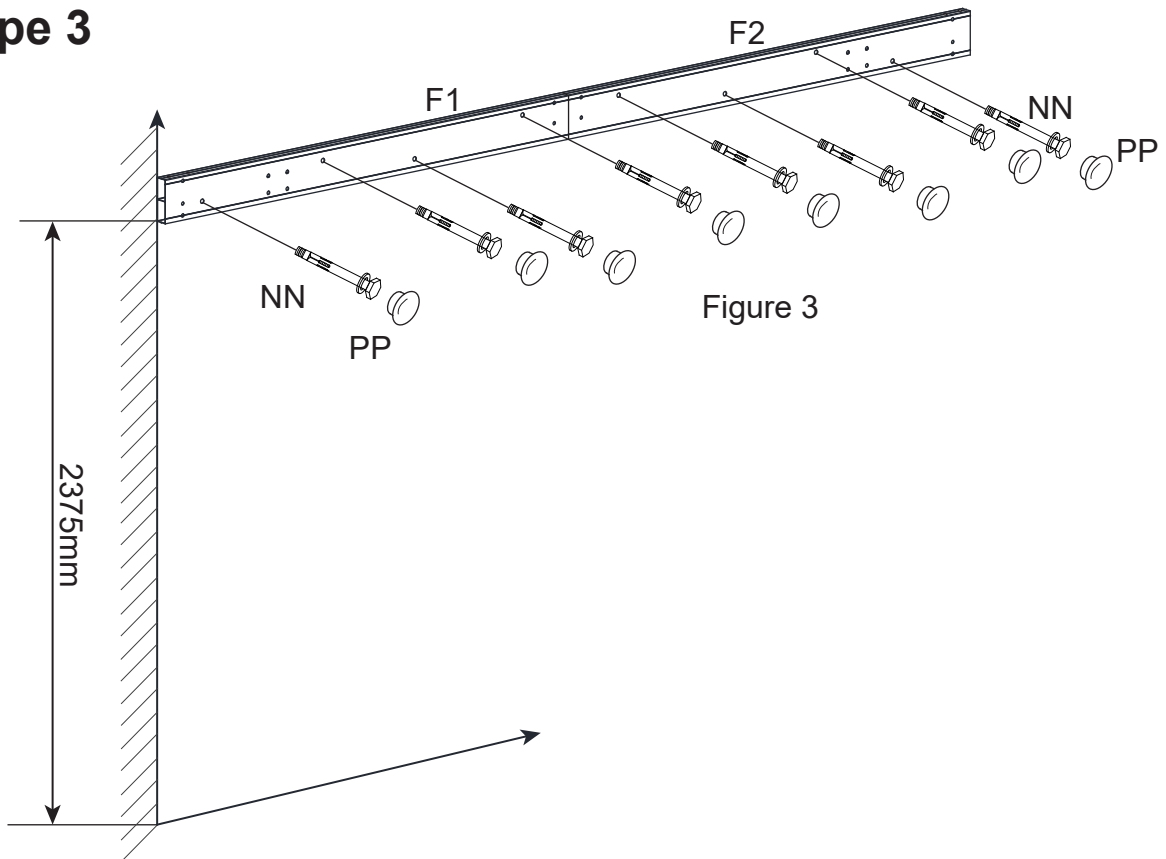

Figure 3
Figure 3. Ajustez la hauteur entre les traverses arrière (F1/F2) et le sol à 2.375mm. Fixez les traverses arrière (F1/F2) dans le mur en utilisant les boulons (NN). Ensuite bouchez les trous à l' aide de capuchons (PP).